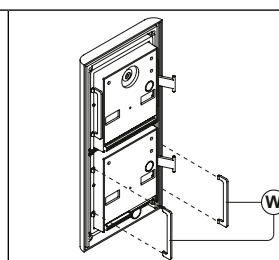

Fig. 8
Inserire i fermi anti-effrazione (W) come mostrato in **Fig. 8**.